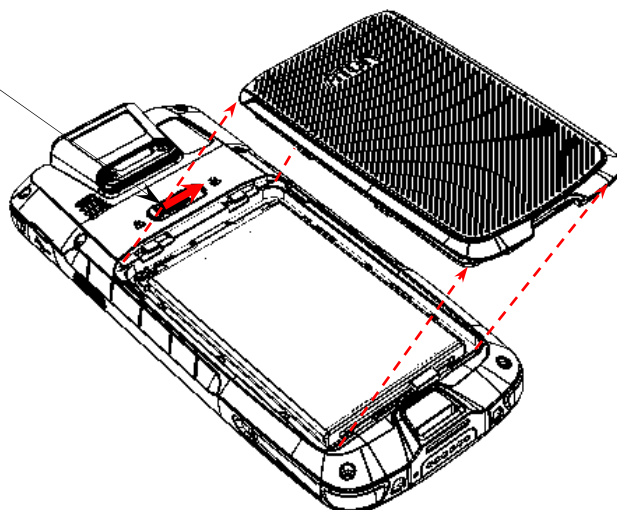

Рисунок 5. Отделение крышки отсека для АКБ от корпуса
1. В включенном состоянии ТСД снять крышку отсека АКБ (см. рисунок 5), при этом сработает датчик открытия крышки АКБ и устройство автоматически перейдет в режим энергосбережения.